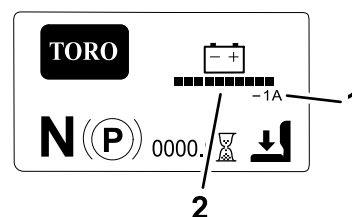

Рисунок 21
- **Главный информационный экран** (Рисунок 21) отображает текущую информацию о машине, когда ключ находится в положении ВКЛ. На этом экране отображается уровень заряда и сила тока аккумулятора.